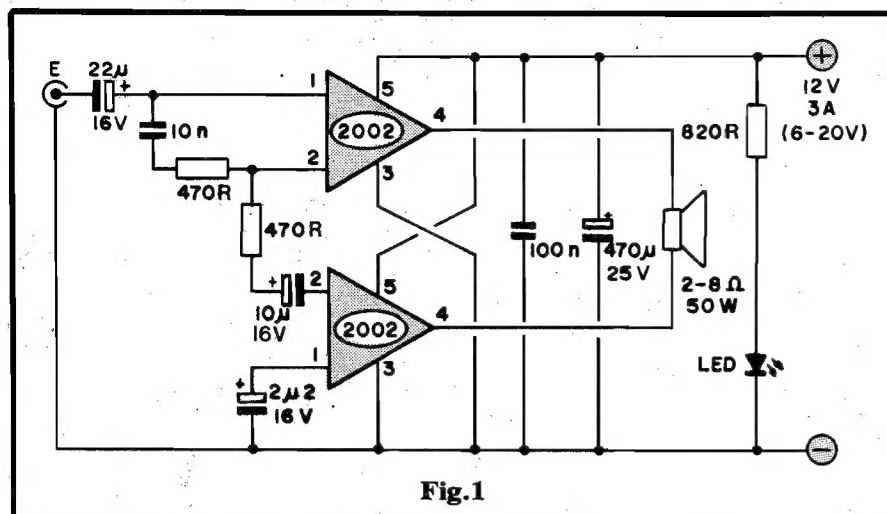

Fig. 1
- FIG. 1 - O CIRCUITO - O "esquema" do MODAMP está no diagrama, que mostra, "de cara", a sua grande simplicidade! Toda a ação está centrada em dois Integrados amplificadores de Potência, tipo TDA2002 (que também pode ser encontrado sob outros códigos, como uPC2002, LM383, LM2002, etc.). Tais Integrados, fisicamente se "parecem" com meros transístores de Potência, com a única diferença de apresentarem 5 "pernas" (e não 3, como os ditos transístores), mas, "lá dentro", contém todo um comple-
la Resistência ($P = V^2/R$), temos uma efetiva quadruplicação da "wattagem" (uma vez que a Resistência ôhmica do dito alto-falante seria, na prática, a **mesma**...). Observando o diagrama da fig. 1, o Leitor/Hobbysta notará que o conjunto de resistores e capacitores junto à Entrada do módulo, simplesmente direciona os sinais a serem amplificados, simetricamente às entradas **inversora** e **não inversora** de cada um dos dois TDA2002 (pinos 1 e 2, respectivamente...). A relação entre os valores de tais componentes é também responsável pela determinação do **ganho** (fator de amplificação) geral do conjunto, fixado em valor adequado para as finalidades "universais" pretendidas. Notem ainda a presença do capacitor de Entrada, no valor de 22u, intercalado de modo a isolar para CC os pinos do Integrado (sem o que a eventual "carga resistiva" mostrada pelo módulo que originasse o sinal, poderia interferir com o bom funcionamento do MODAMP...). Outro ponto importante: como a Saída se manifesta em **contra-fase** (ou seja: um "desenho" simétrico de ondas, porém em opostas polaridades...), não há necessidade daquele "baita" capacitor eletrolítico (geralmente de 1000u ou mais...) que normalmente se usa para acoplar o alto-falante (economizamos espaço e custo, com tal ausência...). O dito alto-falante é, simplesmente, ligado a ambas as Saídas (pinos 4) dos amplificadores individuais que formam a "ponte"! A
Vemos, agora, o Circuito Impresso pelo "outro lado" (com relação à figura anterior), ou seja: pela face não cobreada, onde todos os componentes encontram-se demarcados com grande clareza, através de estilizações, códigos, valores, polaridades, etc. (notem que - com relação ao "esquema" da fig. 1 - apenas o LED e o alto-falante "não constam", uma vez que devem ser colocados fora da placa - detalhes na próxima figura...). A maior dose de atenção, como sempre, deve ser direcionada para a colocação dos componentes polarizados (Integrados e capacitores eletrolíticos, no caso...). Quanto aos TDA2002, as suas lapelas metálicas devem ficar voltadas para a borda (superior, na figura) da placa. Os eletrolíticos, todos, têm suas polaridades marcadas, porém é sempre bom notar que a dita polaridade costuma ser indicada no próprio "corpo" da peça, graficamente, além do fato de que os terminais positivos (+) são geralmente as "pernas" mais longas do componente... Quanto aos resistores e aos capacitores de poliéster, é só respeitar a relação valor/posição. Em dúvida, lá nas primeiras páginas está o TABELÃO APE para
- FIG. 1 - O CIRCUITO - A fig. 1 mostra o diagrama esquemático do circuito da SINEL. Tudo está "centrado" num único Integrado C.MOS, que pode ser tanto um